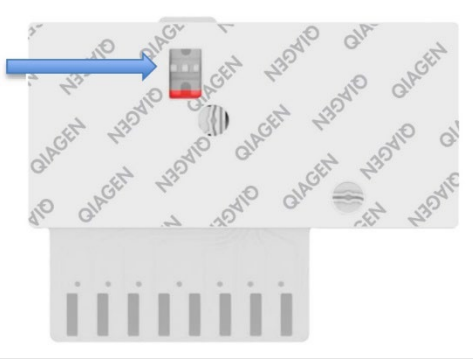

Figure 43. Fenêtre d'inspection de l'échantillon (flèche bleue).
7. Vérifier que l'échantillon a bien été chargé en contrôlant la fenêtre d'inspection de l'échantillon de la cartouche QIAstat-Dx Respiratory SARS-CoV-2 Panel Cartridge (figure 43).